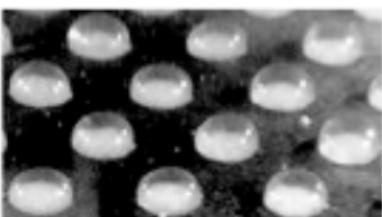

Fig. 1
8. Lorsque le minuteur émet un signal sonore, vérifier que les microdomes sont prêts à être prélevés : ils doivent être saillants, transparents et luisants (Fig. 1).